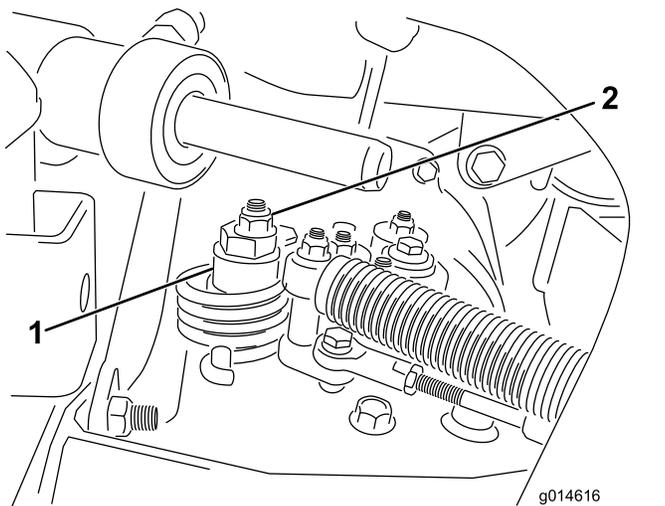

Рисунок 53
- A. Ослабьте гайку крепления эксцентрика к верхней части гидростата (Рисунок 53).
- C. Поворачивайте эксцентрик до тех пор, пока не прекратится медленное вращение колеса в любом направлении. Когда колесо перестанет вращаться, затяните гайку, которая фиксирует эксцентрик и регулировку (Рисунок 53). Проверьте регулировку в положениях дроссельной заслонки Slow («Медленно») и Fast («Быстро»).